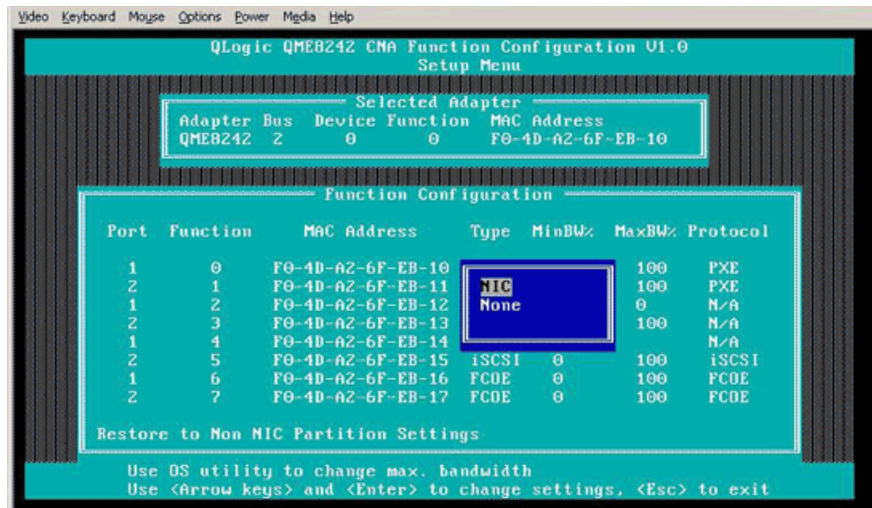
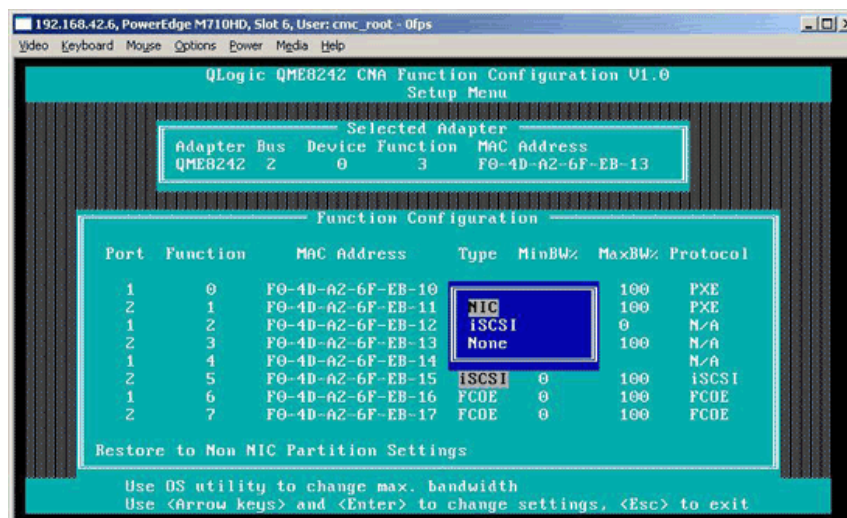

Abbildung 4-11. Auswählen des zu ändernden NIC-Funktionstyps
Abbildung 4-12. Auswählen des zu ändernden FCOE-Funktionstyps
3. Bewegen Sie den Cursor in die Spalte **Type** (Typ), um den Funktionstyp zu ändern (siehe Abbildung 4-11 und Abbildung 4-12).